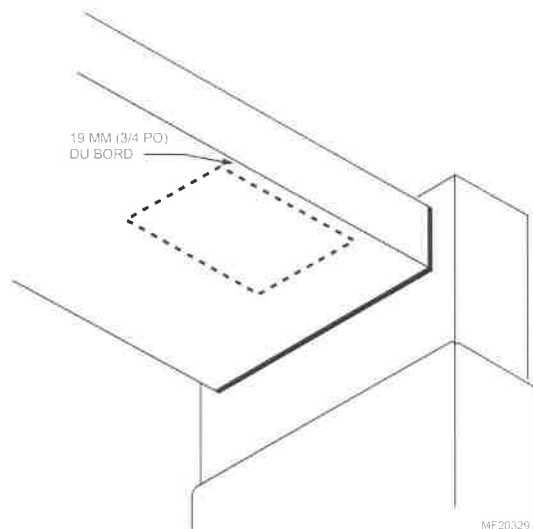

Fig. 5. Emplacement du trou de montage.
2. Percer un trou de 10 mm (3/8 po) à l'intérieur du trou de montage tracé. Voir la Fig. 5.